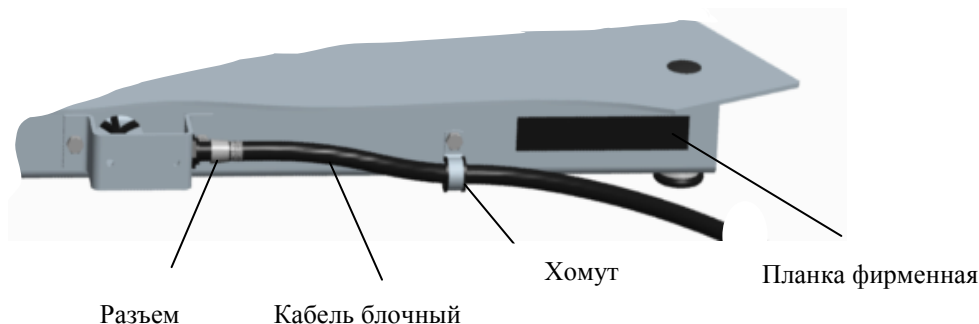
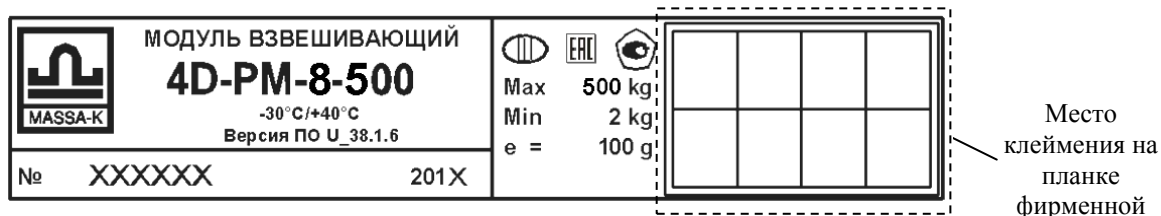

Рис. 5.1 - Подключение кабеля
Рис. 15.1 - Планка фирменная
5.4 Подключить к модулю кабель. Закрепить кабель хомутом, как показано на Рис. 5.1.
15.5 После поверки нанести на планку фирменную модуля (Рис. 15.1, Рис. 5.1) оттиск поверительного клейма.